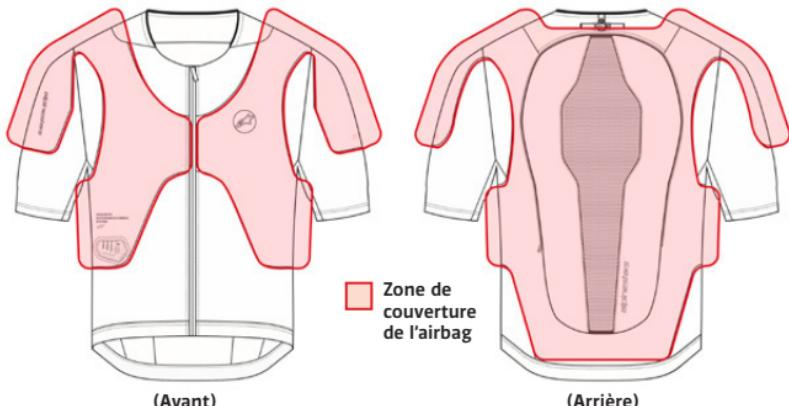

Figure 2 : Zone de couverture de l'airbag (11)
Le système est équipé d'un airbag (11) qui couvre les zones indiquées dans la figure 2, protégeant l'utilisateur de la moto qui porte le système en cas d'accident ou d'autres événements déclencheurs. Il y a des limites à la protection que le système peut fournir, comme expliqué plus loin dans ce manuel de l'utilisateur (section 4, « Limites d'utilisation »).
AVERTISSEMENT ! Le système n'offre qu'une protection limitée contre les forces d'impact dans les zones couvertes par l'airbag (11), comme le montre la figure 2. Aucune garantie n'est donnée que le système empêchera les blessures (y compris les blessures graves ou mortelles) à l'intérieur et/ou à l'extérieur des zones couvertes par l'airbag (11) ou de l'enveloppe de protection.